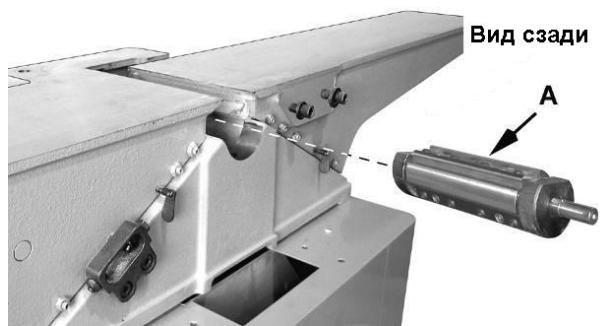

Рисунок 48
11. Осторожно снимите строгальный вал (A, рисунок 48).